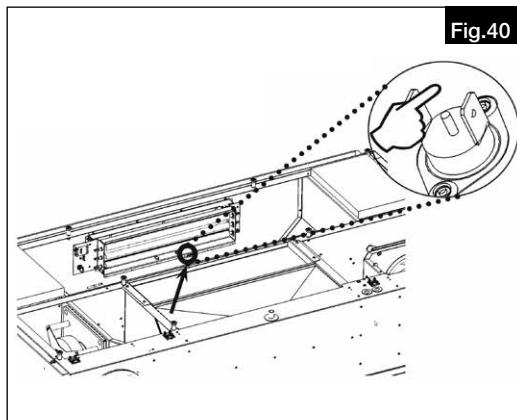

Fig.40
1. Appuyer sur le bouton de réarmement pour le post-chauffage électrique (voir Fig.40).